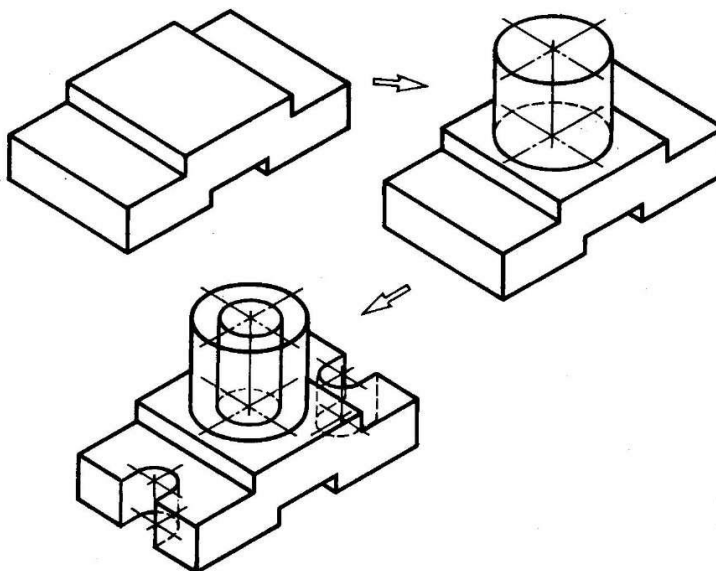

Рис. 4. Использование комбинированного способа построения изометрической проекции детали
4. Комбинированный способ построения изометрической проекции. Изометрическую проекцию детали, форма которой получена в результате сочетания различных способов формообразования, выполняют, используя комбинированный способ построения (рис. 4).